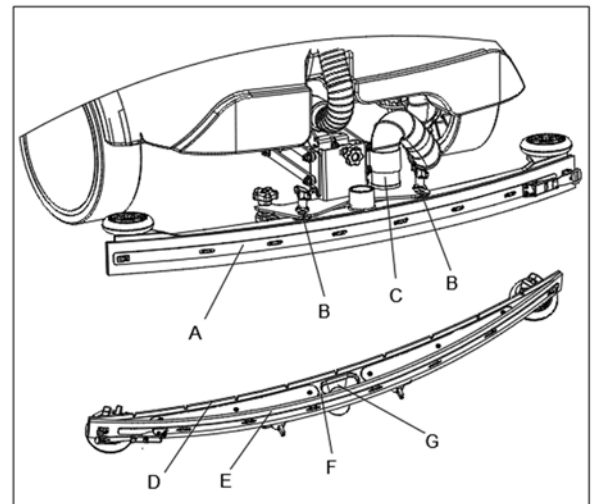

Abb. 17
3. Lösen Sie die beiden Knöpfe (B, Abb. 17) und bauen Sie die Saugleiste (A) aus.
4. Trennen Sie den Saugschlauch (A) von der Saugleiste.
5. Reinigen Sie die Saugleisten-Gehäuse aus Aluminium oder Stahl (F, Abb. 17). Reinigen Sie die Fächer (A) und insbesondere die Aussparung (G). Überprüfen Sie das vordere (D) und hintere Blatt (E) auf Unversehrtheit, Schnitte und Risse. Ersetzen Sie diese ggf. (für die Vorgehensweise siehe im nachfolgenden Absatz).